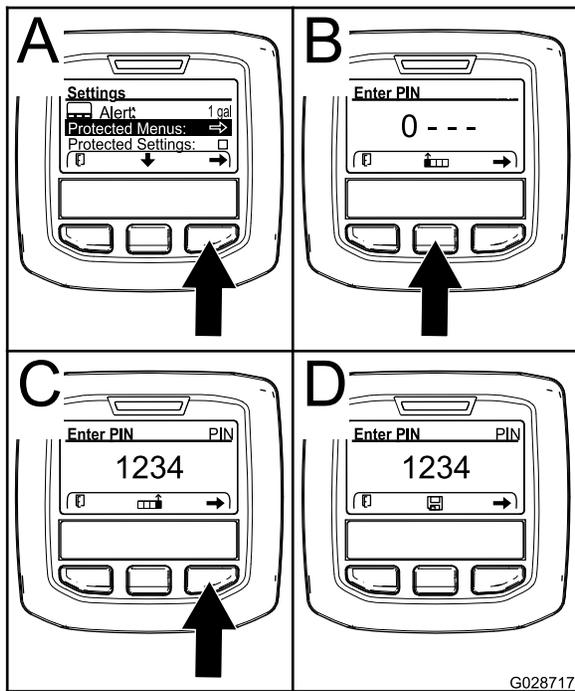

図 25
4. 右ボタンを押して保護メニューProtected Menuを選択する(図 25のA)。
- 数を大きくするには中央ボタン(図 25のB)を押す。
- カーソルを右の桁に移動させるには右ボタン(図 25のC)を押す。
注 中央ボタンの上に「保存」アイコンが表示されます(図 25のD)。